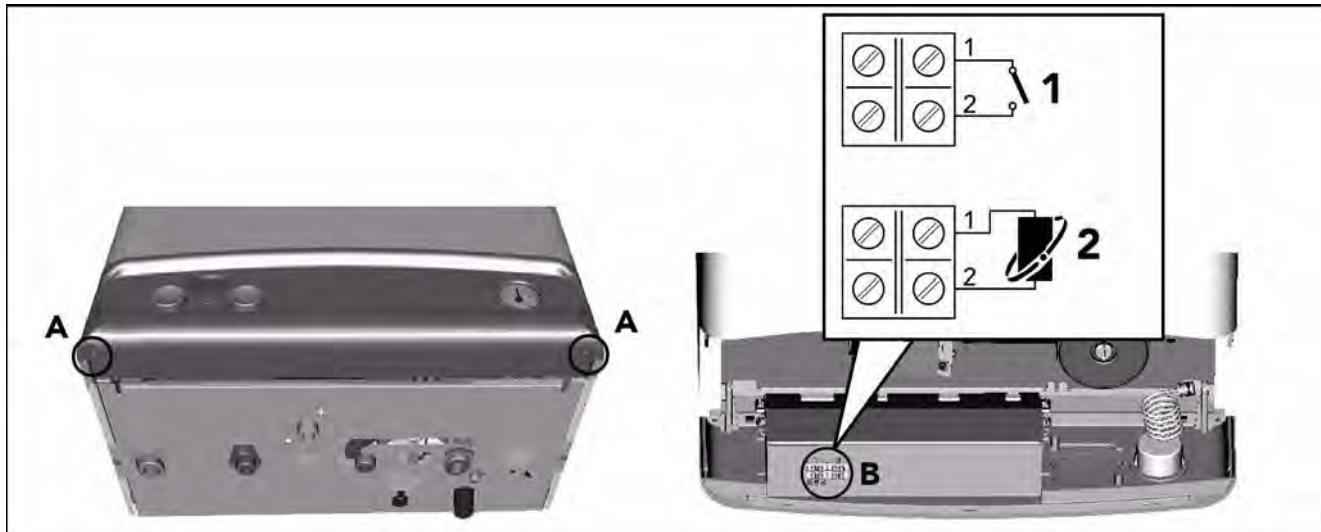

рис. 6 - Доступ к блоку зажимов
Для доступа к клеммной коробке, к которой следует подключать термостат температуры воздуха поз. 1 в помещении рис. 6 или устройство дистанционного управления с таймером поз. 2 рис. 6, выполните следующие операции:
1. Отвинтите оба винта "A" (рис. 6)
3. Разверните панель управления. (рис. 6)
Теперь открыт доступ к клеммной коробке "B" (рис. 6)